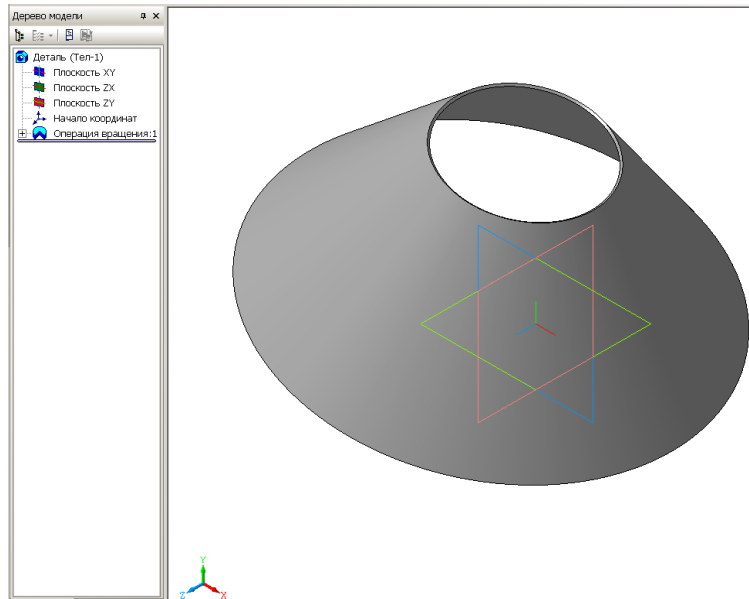

Рис. 3.7. Результат операции вращения, примененной к эскизу Отрезок.
1.17. Завершите работу с операцией, нажав кнопку **Создать объект** на панели специального управления или выбрав команду **Создать операцию** в объектном меню. Тело вращения построено - рис. 3.7.